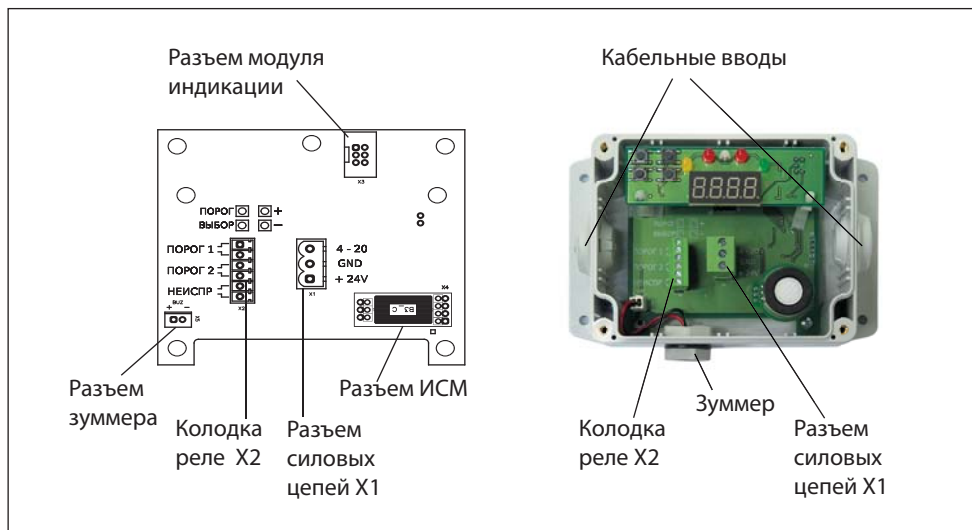
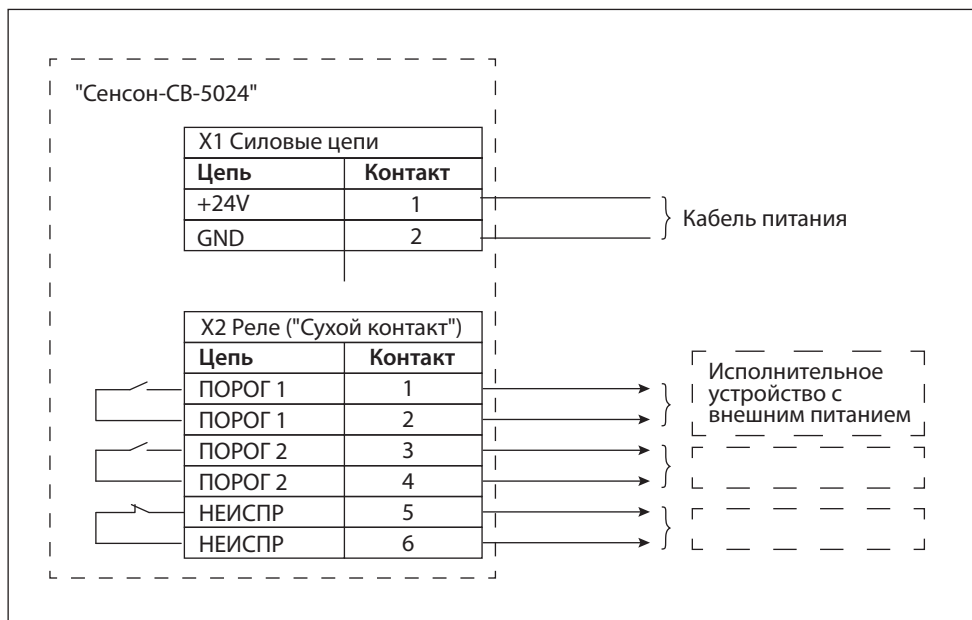

Рис.7. Коммутационные элементы
Рис.8. Схема подключения ГА "Сенсон-СВ-5024"
5. Отсоедините кабельную часть разрывных колодок. Подключите кабели в соответствии с маркировкой на плате (рис.7) и на схеме подключения (рис.8), прочно закрутите отверткой фиксирующие винты кабельных колодок.
7. Убедитесь, что разъемы модуля индикации и зуммера подключены (рис.7).
Для перехода в режим "Тест" в Основном состоянии нажмите и удерживайте 2 с кнопку "+". На индикаторе отобразится ПР. Последовательно нажимая кнопки ПОРОГ, ВЫБОР, "+" и "-", с помощью тестера проверьте факт замыкания трех реле и срабатывания ЗУ. Тестер необходимо подключать к колодкам реле (см. рис.7).